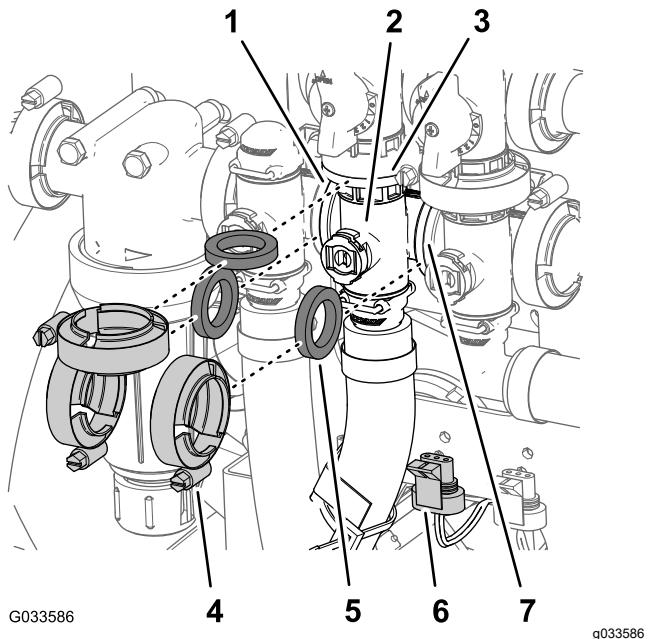

Bild 115
1. Entfernen Sie die drei Flanschklemmen und drei Dichtungen, mit denen der Verteiler für das Rührwerkventil (Bild 115) am Rührwerksicherheitsventil, Dosierungsregelventil und Hauptauslegerventil befestigt ist.